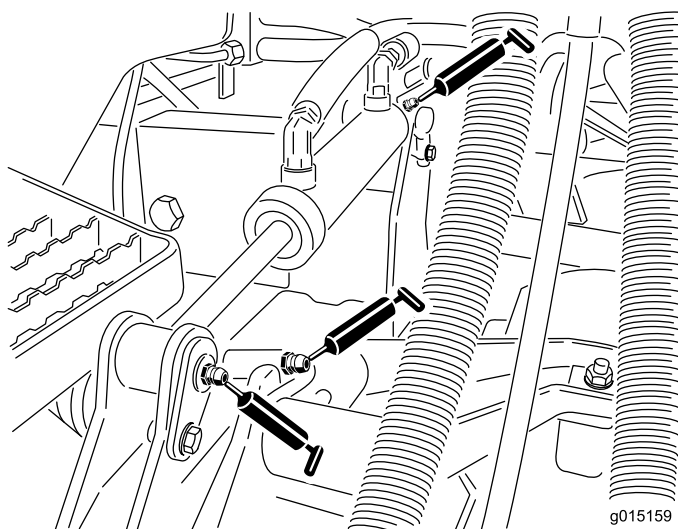

Рисунок 84
- Втулки подъемных рычагов (по 1 шт. на режущий блок) (Рисунок 84)
- Втулки подъемных цилиндров (по 2 шт. на режущий блок) (Рисунок 84)